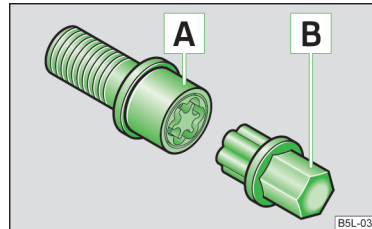

Abb. 146
- Den Adapter  » Abb. 146 mit seiner verzahnten Seite bis zum Anschlag so in die innere Verzahnung der Anti-Diebstahl-Radschraube  stecken, dass nur noch der äußere Sechskant herausragt.